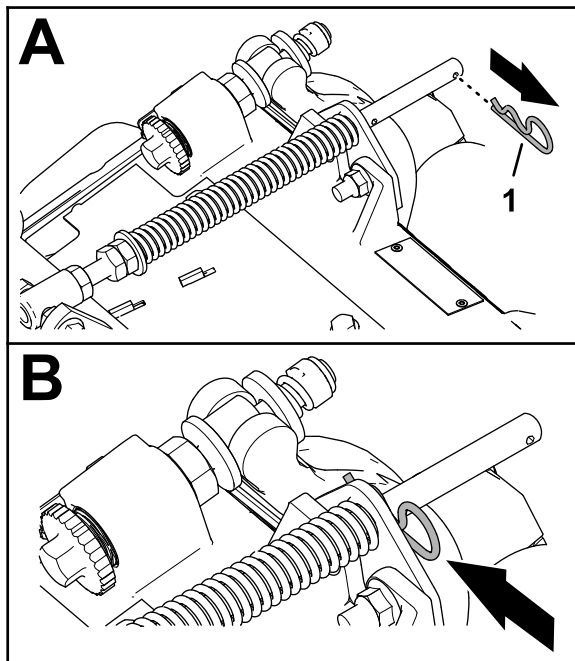

Figura 6
1. Dacă tiftul în formă de agrafă este montat în orificiul din spatele tijei arcului de compensare, îndepărtați tiftul și introduceți-l în orificiul din apropierea suportului (Figura 6).